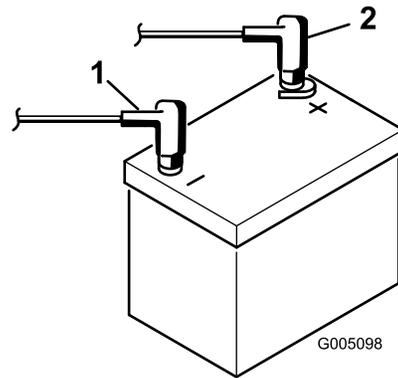

図 8
- 赤いプラスケーブルをバッテリーのプラス端子に、黒いマイナスケーブルはバッテリーのマイナス端子にはめ、ボルトとナットで固定する(図 8)。ショート防止のために端子にゴムキャップをかぶせる。